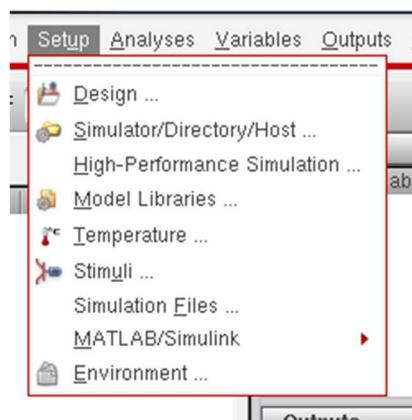

Рисунок 15 – Выбор пункта Model Libraries
9. Для проведения симуляции в меню выберите пункт Launch -> ADE L. В открывшемся окне выберите Setup -> Model Libraries (или нажмите на кнопку в панели инструментов) (рисунок 15);